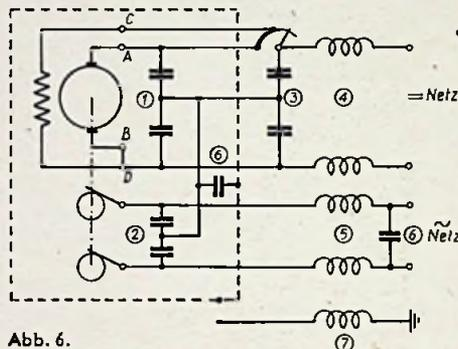

Abb. 6.
störungsmitteln nach der Abb. 6 zweckmäßig. Die Gleichstromseite mit dem Kommutator ist immer der größere Störer. Die Reihenfolge der Entstörungsmaßnahmen kann je nach dem gewünschten Entstörungsgrad in der auf Abb. 6 durch Zahlen gekennzeichneten Reihenfolge vorgenommen werden. In vielen Fällen genügt schon die Beschaltung nach (1) und (2). Bei geerdeten Maschinen kann der Berührungsschutzkondensator (b) durch eine direkte Verbindung ersetzt werden. Als erste Richtwerte können für die Entstörungsmittel etwa gelten: (1) und (3)  $2 \times 1,0 \mu F$ , (2)  $2 \times 0,1 \mu F$ , (b) (Berührungsschutzkapazität)  $0,005 \mu F$ , (6)  $0,1 \mu F$ , (4), (5) und (7) etwa 1 mH. Jä.